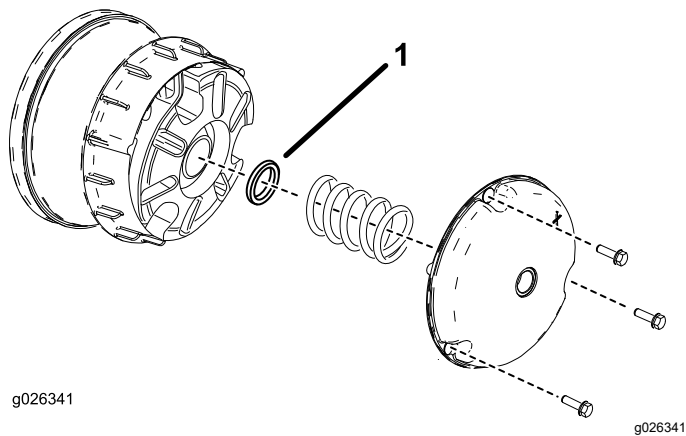

Figura 62
- Retire los pernos que sujetan la tapa del embrague primario, según se muestra en Figura 62.